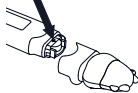

Figura 4
- Extraiga suavemente la placa de circuito de plástico con el compartimento de la pila aproximadamente 1 cm (algo menos de 1/2") (Figura 4).